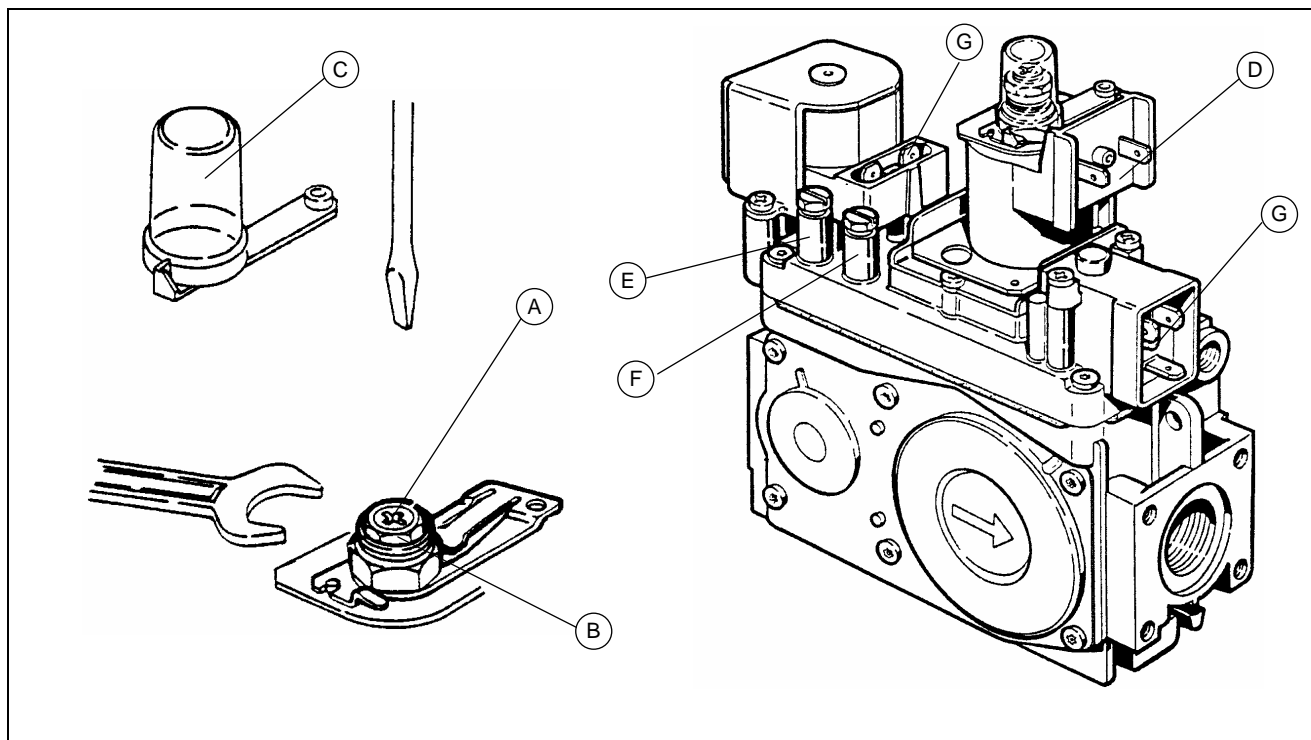

Figura 17 – VALVOLA SIT 826
- Per la regolazione della lenta apertura procedere come segue (vedi Figura 17):
- Scollegare l'alimentazione alla bobina SMD (D). In questo modo il generatore si porterà alla pressione di potenzialità ridotta.
- Riposizionare il coperchio in plastica C e ripristinare il collegamento della bobina SMD (D).